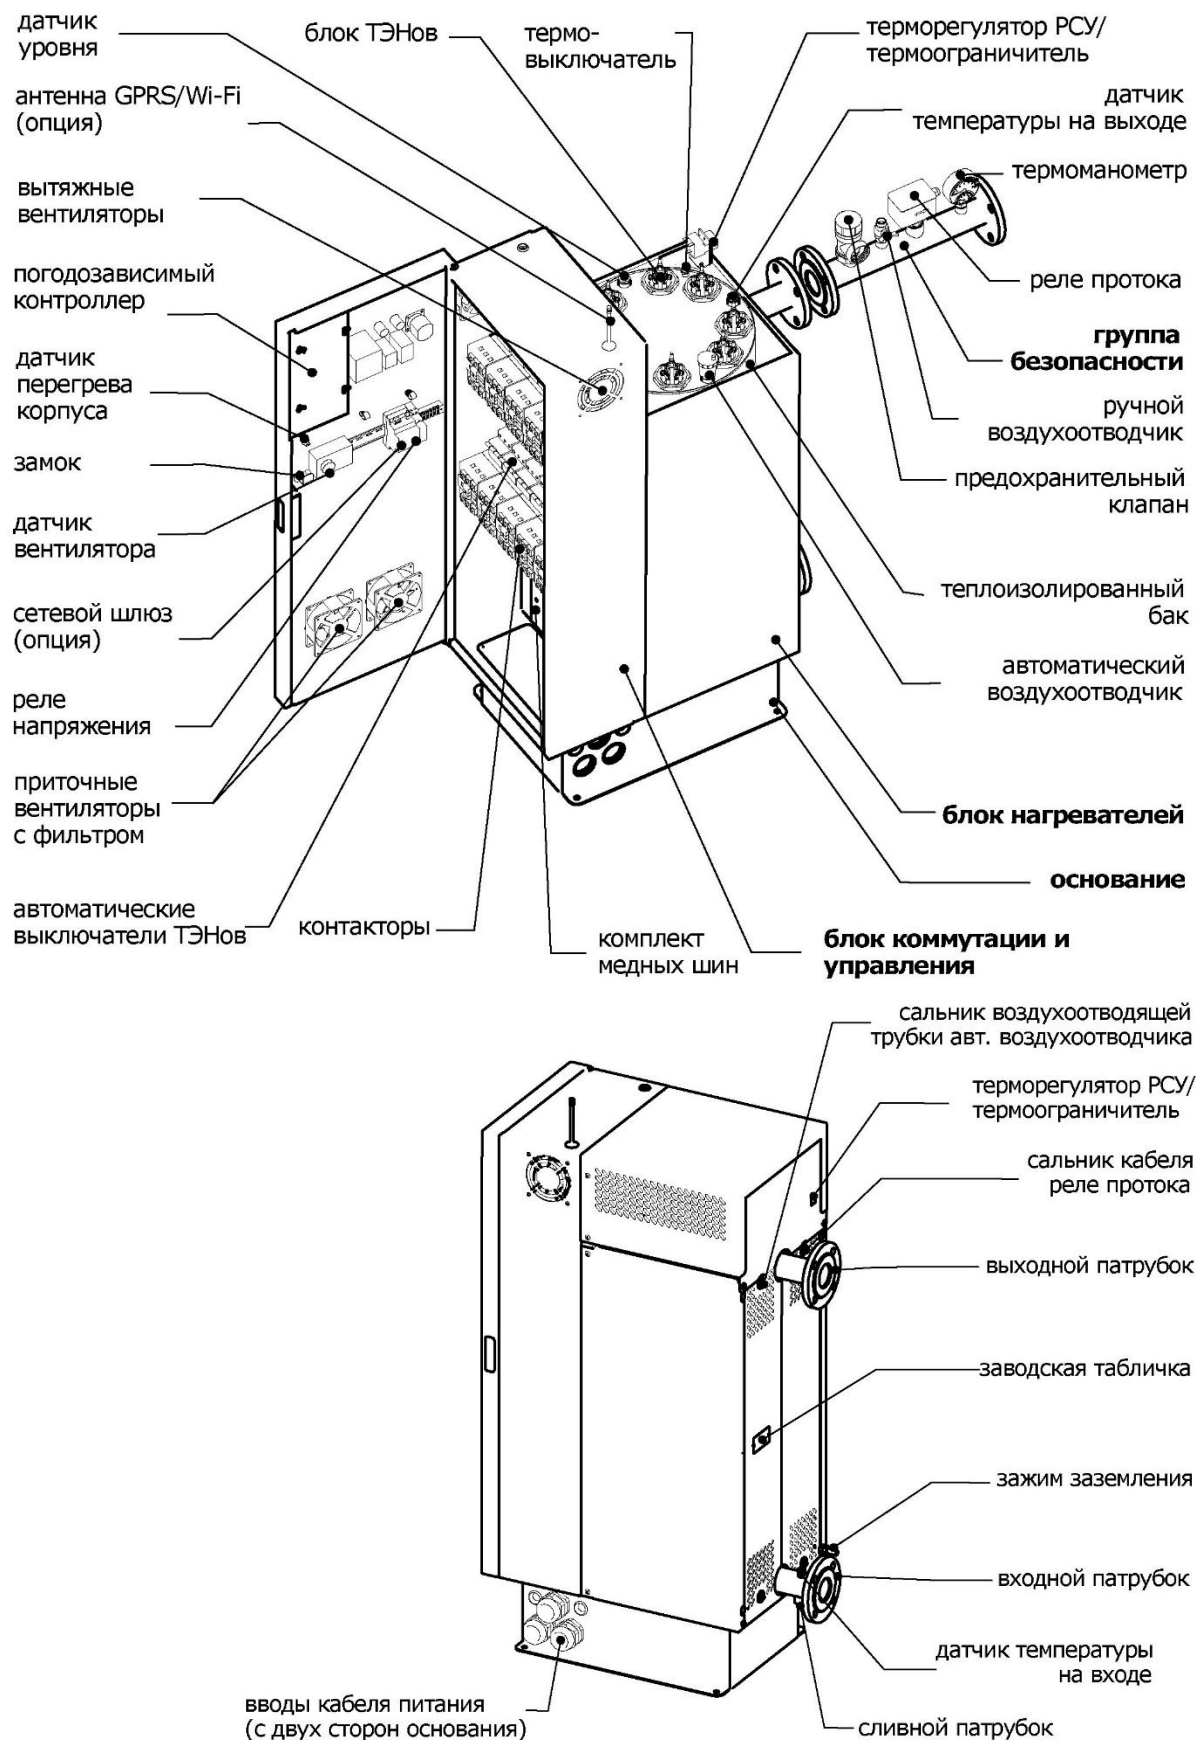

Рис. 2
4.2. Устройство электрокотла показано на рис. 2.
Электрокотёл состоит из блока коммутации и управления, блока нагревателей с блоками ТЭНов и основания. В блоке коммутации и управления размещены: медные шины для подключения к электросети, автоматические выключатели блок ТЭНов, контакторы, автоматический выключатель цепи управления. На двери БКУ смонтирован контроллер, реле напряжения, сетевой шлюз (опция), датчик перегрева корпуса, датчик вентилятора и вентилятор с фильтром. На корпусе БКУ может быть расположена внешняя антенна GPRS/Wi-Fi (опция). Блок нагревателей включает в себя теплоизолированный бак, в верхней части которого установлены блоки ТЭНов, автоматический воздухоотводчик, датчики уровня и температуры на выходе и термовыключатель. Термоограничитель/ терморегулятор РСУ установлен в блоке нагревателей с возможностью регулировки через вырез в крышке блока нагревателей (см. рис. 2).
6.15. Перед заполнением системы отопления закрутить до упора пластиковую пробку автоматического воздухоотводчика электродкотла (см. рис. 2), чтобы избежать его засорение. После удаления воздуха через ручной воздухоотводчик группы безопасности, пробку автоматического воздухоотводчика полностью выкрутить. Надеть воздухоотводящую трубку на штуцер автоматического воздухоотводчика электродкотла и зафиксировать её металлическим хомутом из комплекта поставки. Автоматический воздухоотводчик предназначен для сброса воздуха, образующегося в электродкотле в процессе эксплуатации. Если в трубопроводе системы отопления есть участок, расположенный выше уровня выходного патрубка электродкотла, то на этом участке необходимо установить дополнительные ручной и автоматический воздухоотводчики. Нельзя переставлять автоматический воздухоотводчик электродкотла на верхний участок подающего трубопровода.
6.19. Блок коммутации и управления допускается эксплуатировать отдельно от блока нагревателей (см. рис. 2), закрепив его на стене – раздельная компоновка электродкотла. Для этого необходимо: